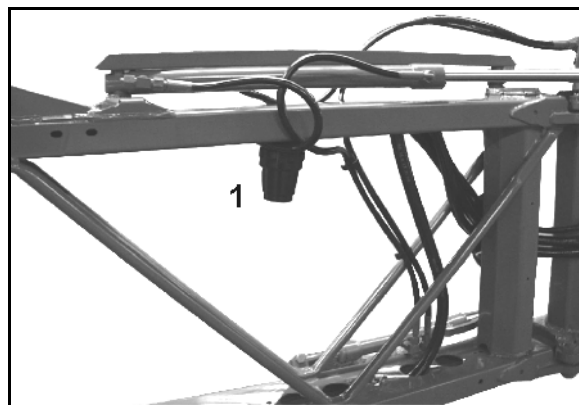

Рис. 197
5. Вращайте приводной вал попеременно влево и вправо и медленно заливайте новое масло. Достаточное количество масла залито, когда масло становится видно на маркировке (Рис. 197/1).